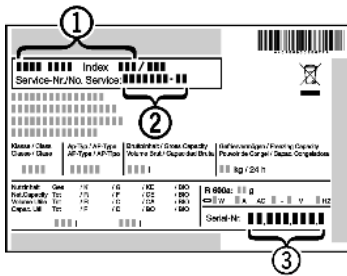

Fig. 14
▶ A készülék megnevezését Fig. 14 (1), a szerviz- Fig. 14 (2) és sorozatszámot Fig. 14 (3) a típustábláról olvassa le. A típustábla a készülék belsejében baloldalon található.
- ▶ Értesítse a vevőszolgálatot a hibáról, és adja meg nekik a készülék megnevezését Fig. 14 (1), a szerviz- Fig. 14 (2) és a sorozatszámot Fig. 14 (3).